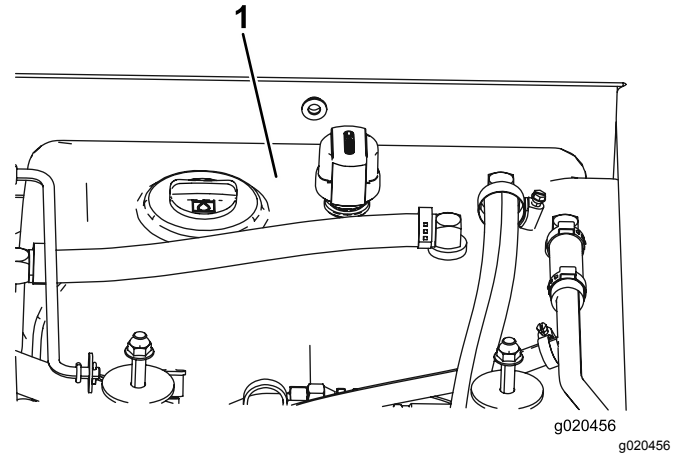

Figura 117
- Encha o reservatório (Figura 117) com fluido hidráulico; consulte Verificação do fluido hidráulico (página 79).